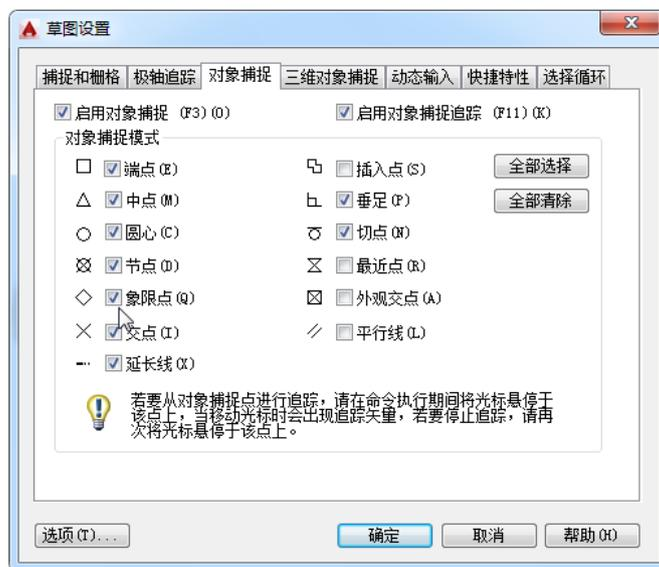

图 3-53 勾选【象限点】复选框
Step02: 打开【草图设置】对话框，在【对象捕捉】选项卡下，勾选【象限点】复选框，如图 3-53 所示。